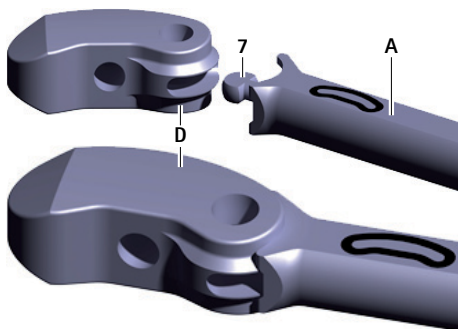

Fig. 2 Koppla fast provimplantatet i insättningsinstrumentet
- Koppla fast provimplantatet **D** i nyckelgreppet **7** på insättningsinstrumentet **A**, se Fig. 2. Kontrollera provimplantatets riktning (ska vara vänt enligt texten på insättningsinstrumentet).